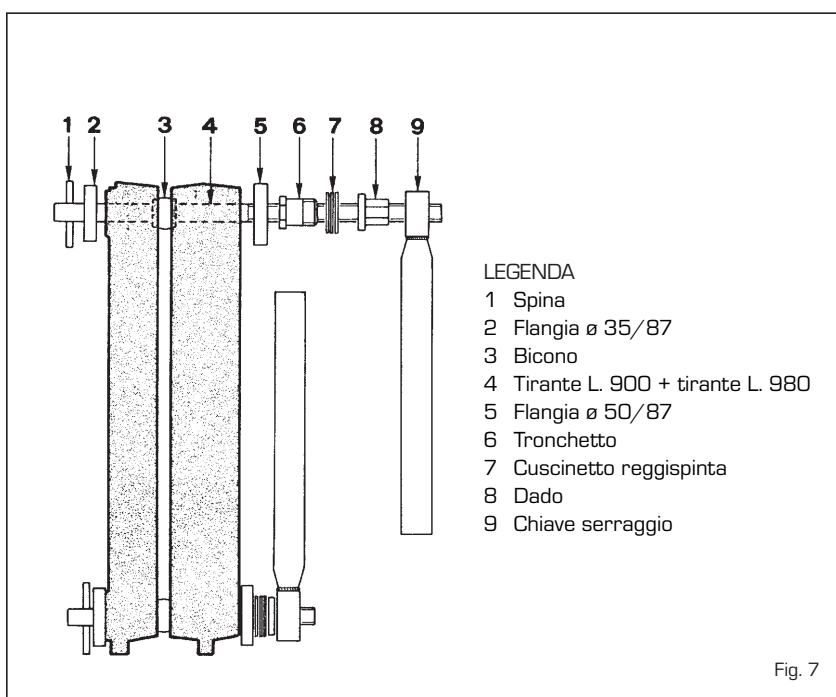

Fig. 7
- assemblare gli elementi mediante l'apposita attrezzatura costituita da una coppia di tiranti assemblaggio con relativi accessori cod. 6050900 [fig. 7], esercitando la pressione simultaneamente sia sul mozzo superiore che sul mozzo inferiore. Qualora, durante l'operazione, l'avanzamento tra gli elementi non risulti uniforme e parallelo, introdurre lo scalpello nella parte più serrata e forzando, portare il parallelismo fra i due pezzi da unire.